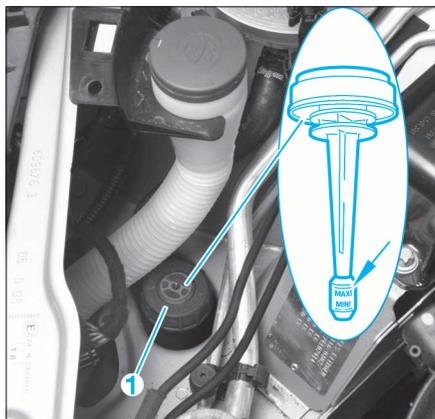

FIG. 18
- Ouvrir le bouchon de remplissage (1) (Fig.18)
- Remplir le réservoir d'assistance de direction jusqu'au repère maxi du bouchon (1) (Fig.18).